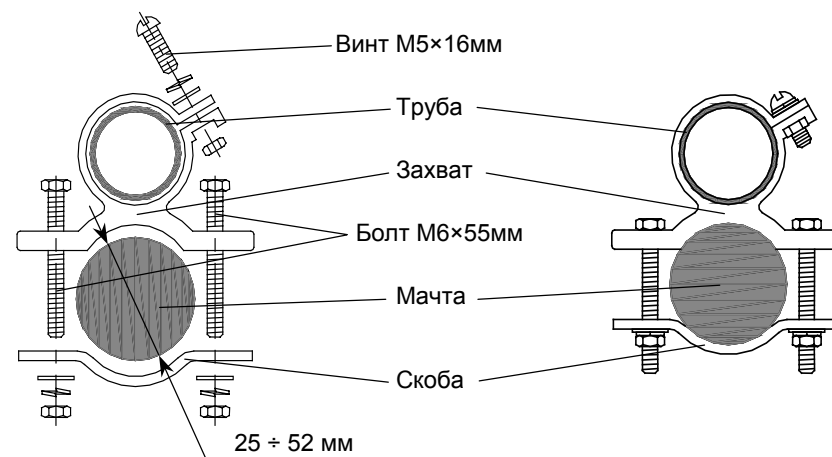

Рис. 5
- Установите на трубу захваты и зафиксируйте их винтами M5×16мм с гайками (см. рис. 5). Установите трубу на мачту и закрепите ее с помощью скоб, болтов M6×55мм и гаек, как показано на рисунке. Перед навинчиванием гаек обязательно установите плоские и пружинные шайбы в соответствии с рис. 5.